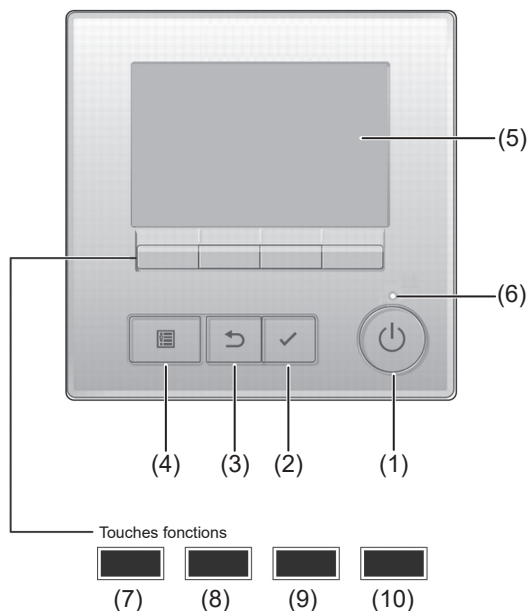

Fig. 7-1
7.2.1. À l'aide de la télécommande filaire (Fig. 7-1)